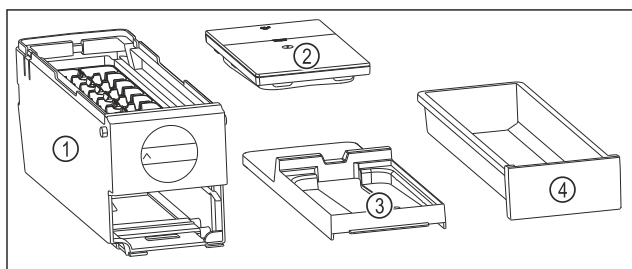

Fig. 80 Composants de l'EasyTwist-Ice
- ▷ L'EasyTwist-Ice est démonté en quatre parties. (voir Fig. 80)
- Ne démonter l'EasyTwist-Ice que de la manière illustrée. (voir Fig. 80)
- Nettoyer le corps de l'EasyTwist-Ice Fig. 80 (1) dans son ensemble.